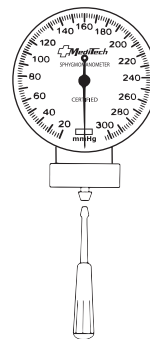

Рисунок 10
- вставьте прилагаемую к изделию отвертку в штуцер манометра (Рисунок 10);